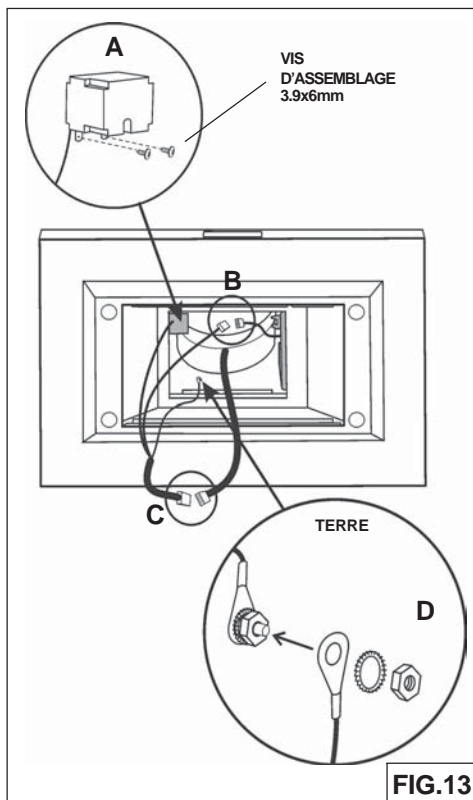

FIG.13
2. Faire les connexions (B,C, D) (Fig.13).